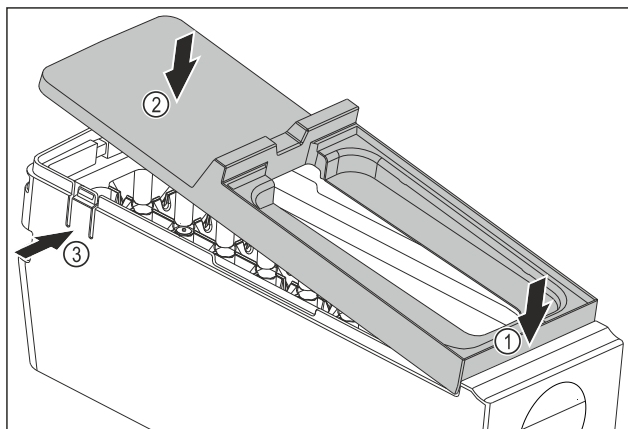

Fig. 88
- ▶ Montáž krytu korpusu EasyTwist-Ice: Nasadte kryt na přední stranu. Fig. 88 (1)
- ▶ Spusťte kryt vzadu dolů. Fig. 88 (2)
- ▷ Kryt slyšitelně zaklapne v obou lamelách Fig. 88 (3).